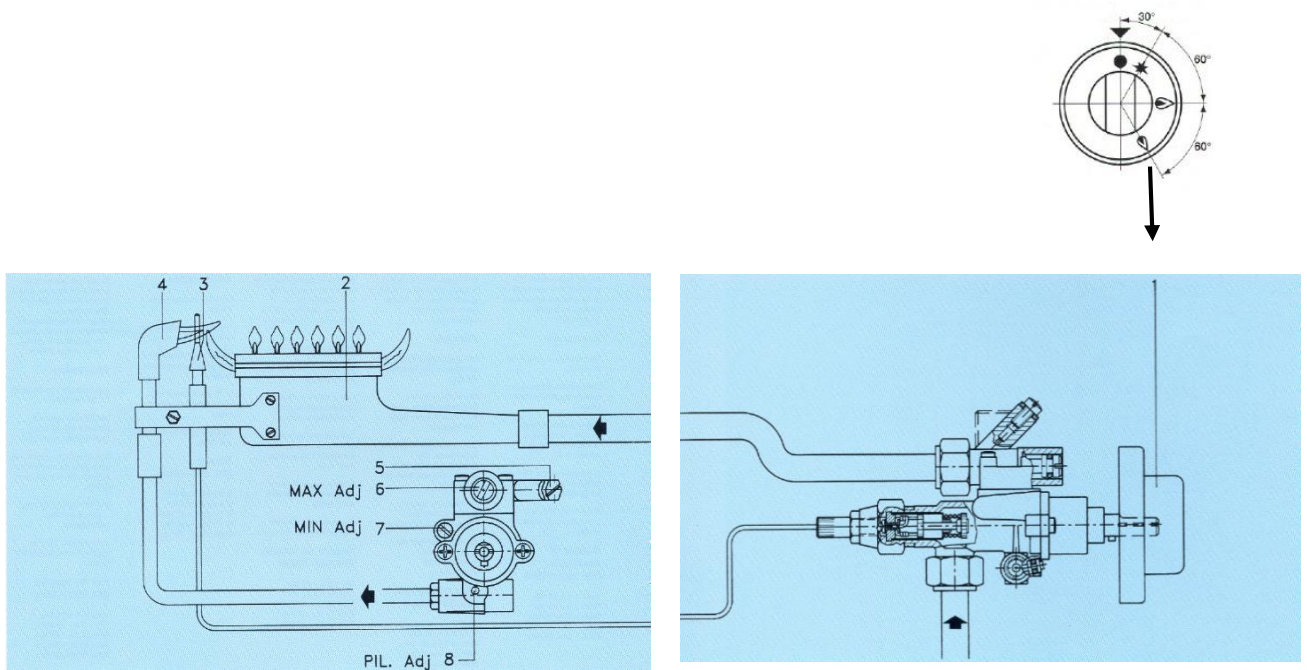

Figure 01
On agit sur la vis (7) (**Figure 01**)